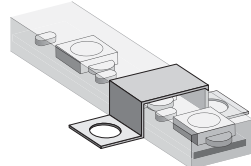

Рис. 5. Монтаж светодиодной ленты.
- **Монтаж светодиодной ленты.** Монтаж светодиодной ленты NLS-2835-IP67-220V на несущую поверхность необходимо производить при помощи монтажных скоб NLSC-clip-3528-220 для крепления СД ленты 2835-IP67-220 как показано на Рис. 5.